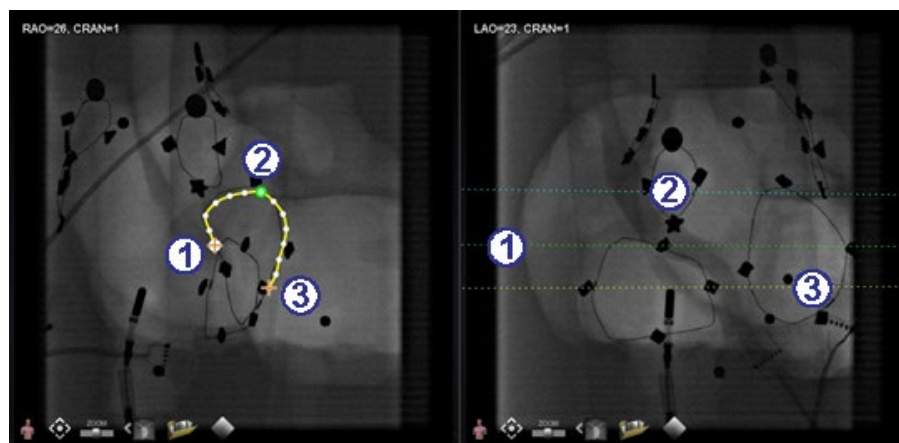

Abbildung 125. Proximale, ausgewählte und distale Punkte
- ① Die grün gepunktete Linie zeigt die Epipolarlinie des proximalen Punkts an. In **Abbildung 125** ist der proximale Ankerpunkt mit einem ausgefüllten Kreis hinter dem orangefarbenen Kreuz versehen.
- ② Die gelb gepunktete Linie zeigt die Epipolarlinie des distalen Punkts an.
In der Abbildung unten (**Abbildung 125**) werden der proximale Ankerpunkt **(1)**, der ausgewählte Punkt **(2)** und der distale Ankerpunkt **(3)** angezeigt. Um die Auswahl zu stornieren, auf eine andere Stelle im Bild klicken.